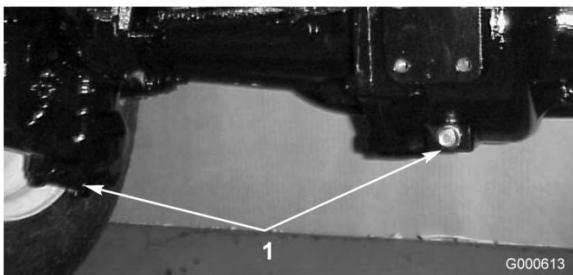

図 47
2. ドレン・プラグ（図 47；左右端に1個と中央に1個、全部で3個ある）の周辺をきれいに拭く。